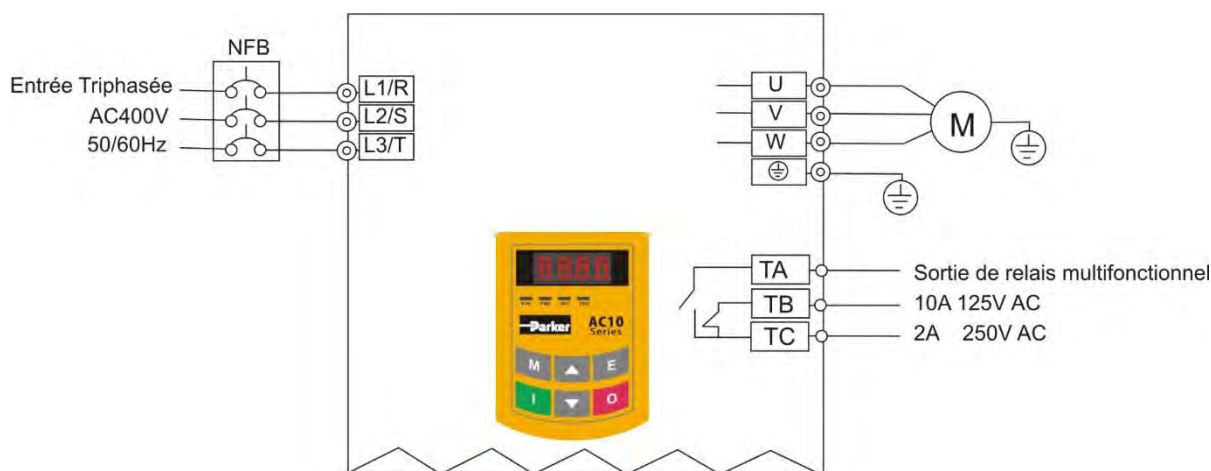

Figure 8-1 Schéma de câblage 1
- i. Connectez les câbles en respectant la Figure 8-1. Après avoir vérifié que le câblage a été effectué avec succès, allumez le sectionneur et mettez l'onduleur sous tension ;